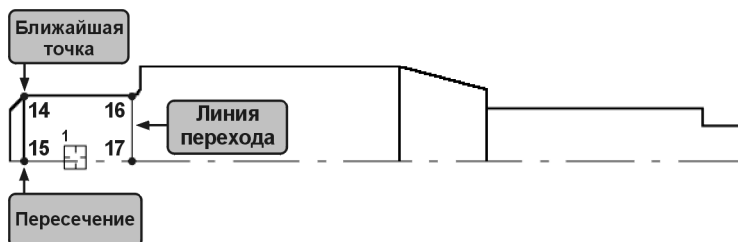

Рис. 18.12. Построение отрезка фаски и линии перехода
8. Постройте отрезок фаски 14–15. В качестве начальной точки укажите точку 14. Определить положение конечной точки 15 можно с помощью привязки **Пересечение** (рис. 18.12).